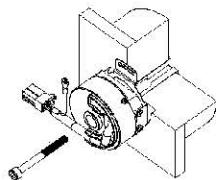

图 C-11
3. 将 M5x50 的紧固螺钉逆时针退出，见图 C-11；